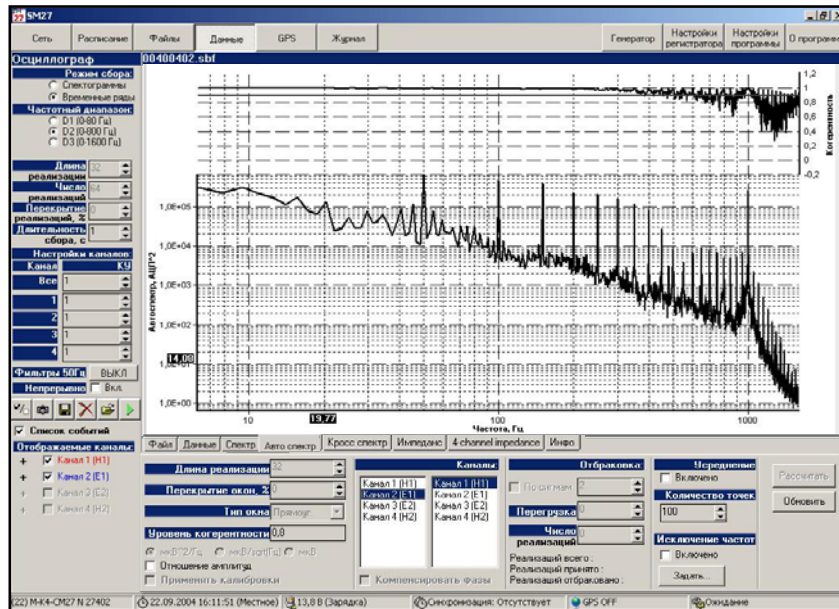

Рисунок 8.10
- Вкладка **Автоспектр** (рисунок 8.10) выводит энергетические спектры по всему файлу и всем каналам, а также когерентности по выбранным парам каналов по всему файлу данных;